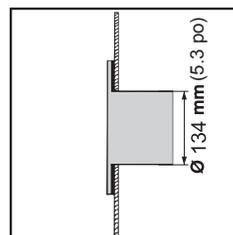

Fig. 7.
- Installez l'accessoire à collerette fourni selon les figures 7, 8 ou 9 - selon ce que requiert votre installation.